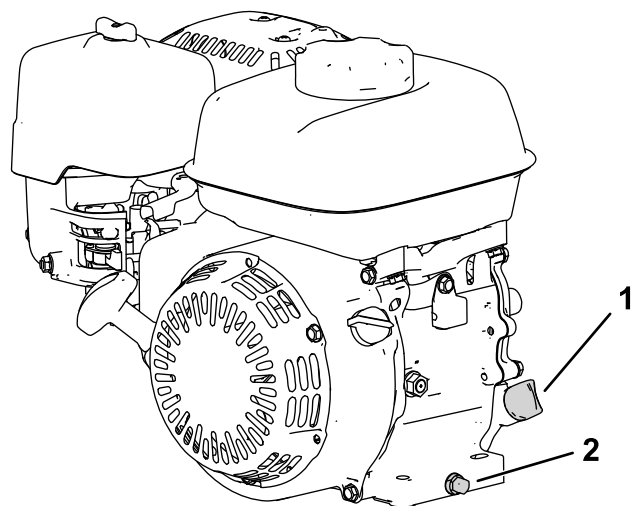

Рисунок 25
2. Установите машину так, чтобы двигатель располагался горизонтально, и очистите область вокруг маслозаливной горловины (Рисунок 25).
- Снимите пробку сливного отверстия, шайбу и измерительный щуп (Рисунок 25).